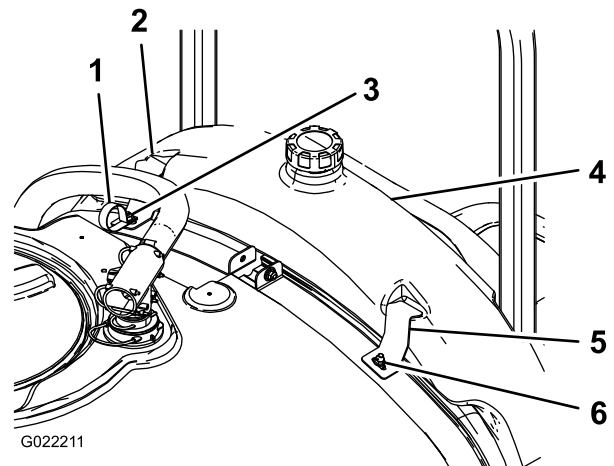

Bild 5
3. Bauen Sie den Spülbehälter ein, wie in Bild 5 abgebildet.
4. Befestigen Sie die Spülbehälterhalterungen mit zwei Bundmuttern an den vorher eingesetzten Schloßschrauben (Bild 5).